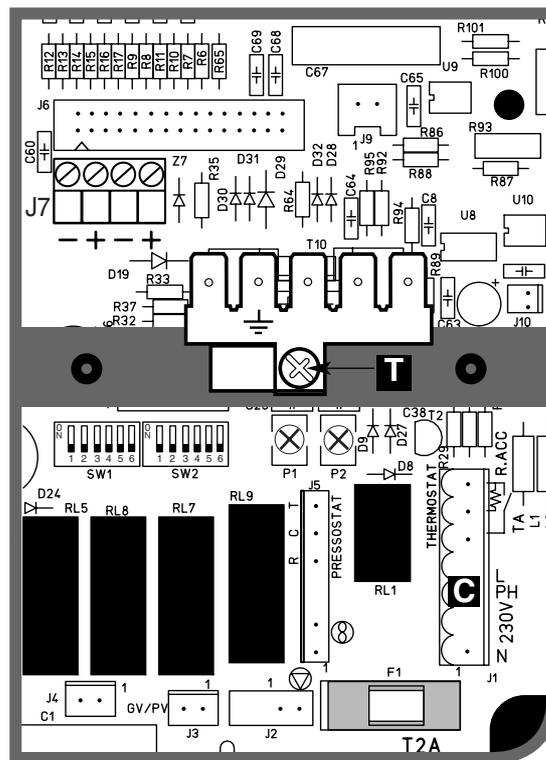

Fig. 13
La terre doit être raccordée à la vis T prévue à cet effet sur le boîtier électronique (voir fig. 13).
- brancher le connecteur en **C** (fig. 13).